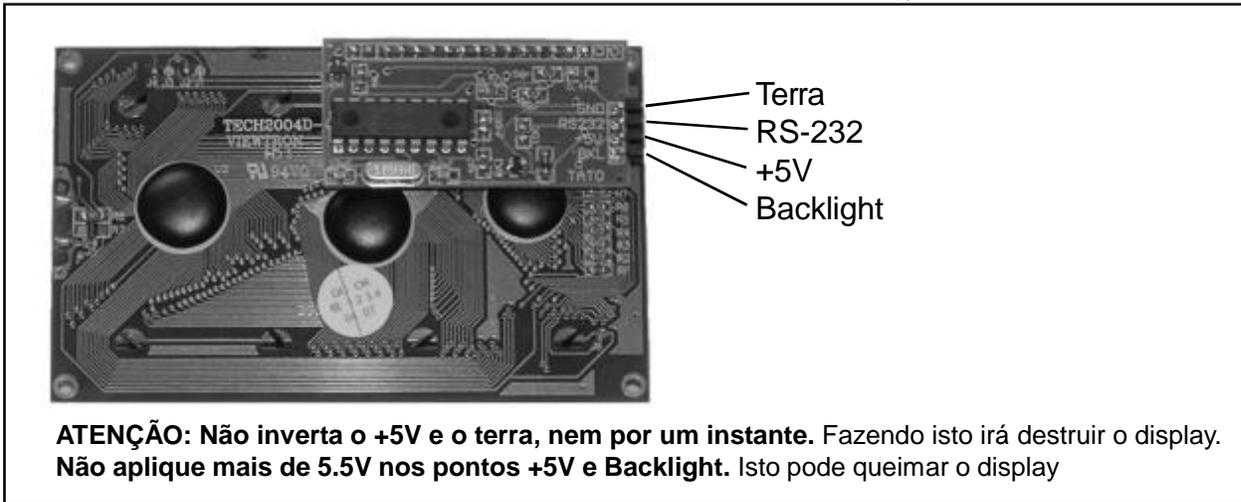
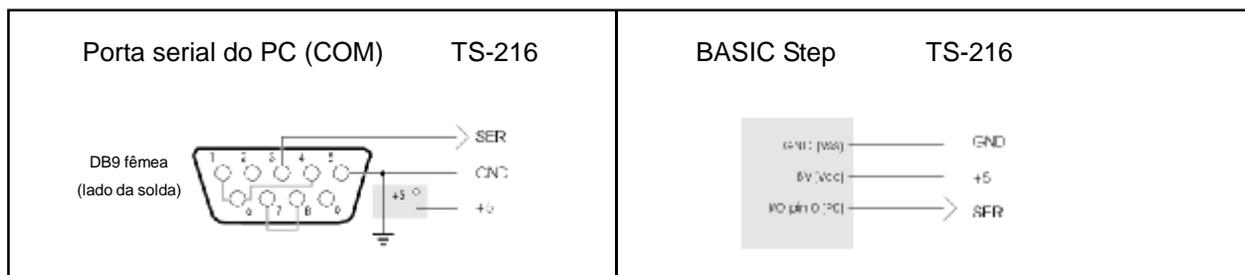

Figura 1
Figura 2
- Nota: O abuso do módulo, a sua operação fora dos limites de tensão e temperatura ou a tentativa de reparação ou modificação irá anular a garantia. Veja as figura 1 e as especificações.
A figura 1 mostra a placa de circuito impresso do display serial TS-216. Note que a entrada para alimentação do backlight não tem função quando o display é sem backlight.
A figura 2 mostra como ligar o display TS-216 no PC e no BASIC Step de modo a rodar os exemplos apresentados mais tarde neste manual. Verifique a figura 1 ou as marcações no display para a localização dos pontos +5V, GND e S.